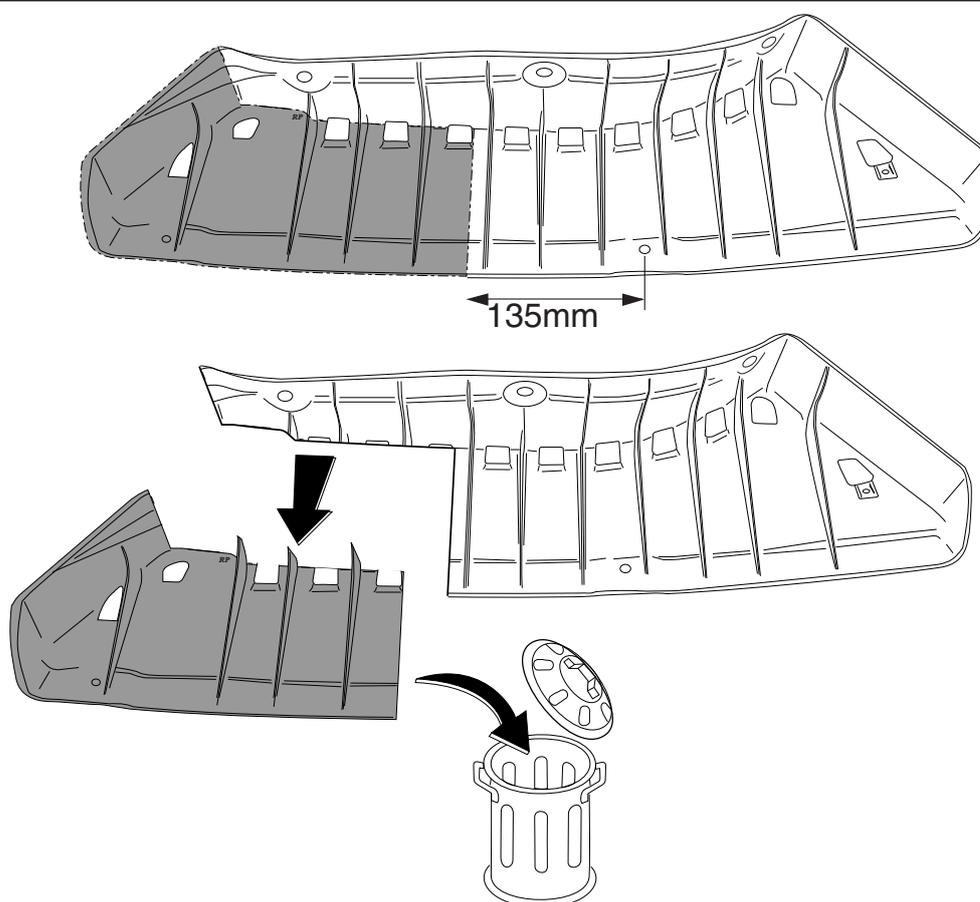

Fig. 1
7. Scier une partie de la plaque de protection conformément à la figure 1.
7. Выпилить часть из закрывающей пластины, как указано на рис. 1.